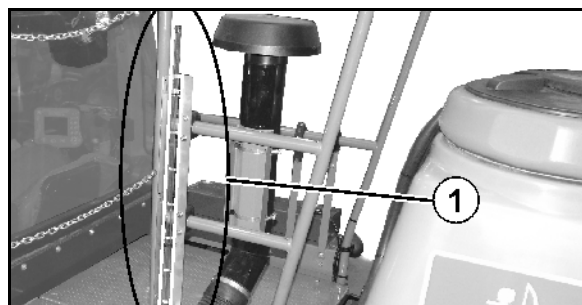

Fig. 74
- surveillez l'indicateur de niveau de remplissage (Fig. 74/1).